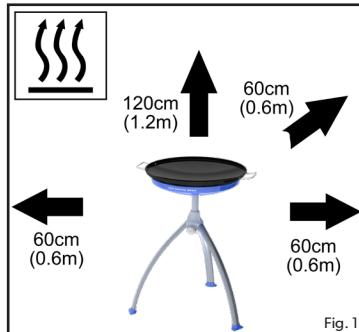

Fig. 1
- Assurez-vous que l'appareil est utilisé à distance de toute matière inflammable. Distances de sécurité minimales : au-dessus de l'appareil : 1,2m, à l'arrière et sur les côtés : 60cm (Fig.1).